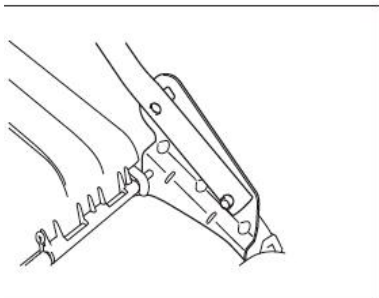

Fig. 2A
1. Utilisez le boulon, la rondelle et le bouton de verrouillage pour fixer la barre inférieure dans le châssis de la machine. (Fig. 2A/2B)